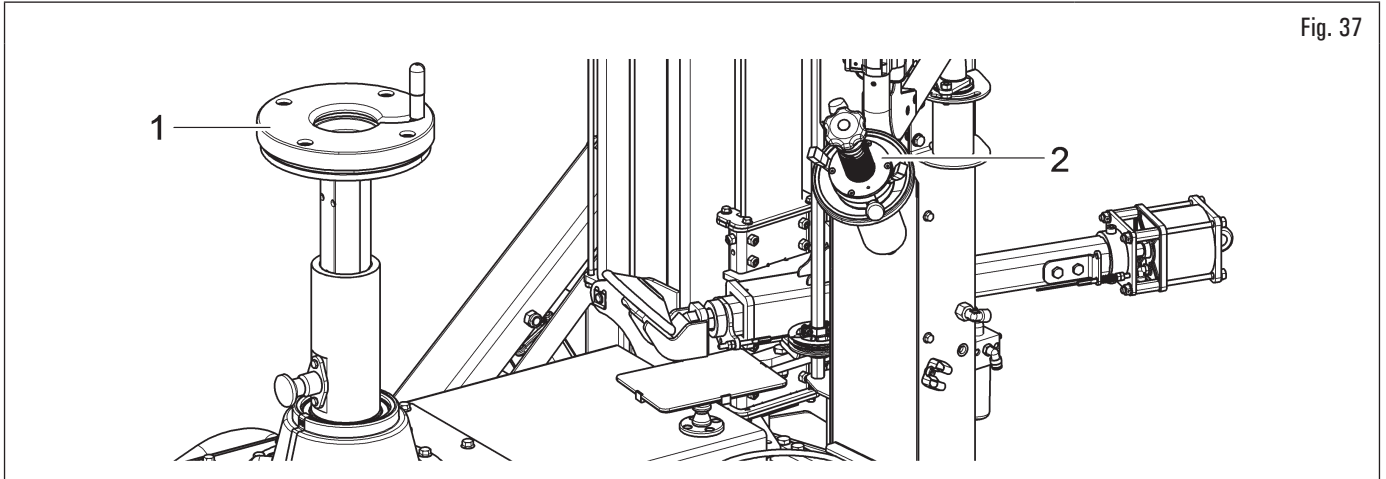

Fig. 37
Todas las ruedas tienen que ser bloqueadas en el plato engomado (Fig. 37 ref. 1) con las debidas perforaciones centrales, usando el debido dispositivo de bloqueo (Fig. 37 ref. 2).